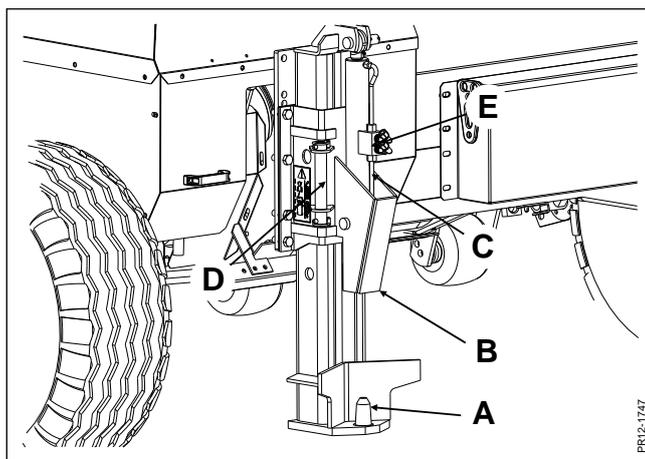

Abb. 3-3
**Abb. 3-3** Der Hydraulikanschluss **B** ist mit einem Kupplungshaken **A** ausgestattet, der hydraulisch durch einen doppelwirkenden Zylinder **C** angehoben und abgesenkt wird. Die Schläuche von Zylinder **C** sind an den Ventilkasten am Feldhäcksler angeschlossen. Der Hydraulikanschluss **B** kann jetzt mit einem der 3 Kippschalter an der Vorderseite der Steuereinheit betätigt werden.
**Abb. 3-3** Die Maschine muss rückwärts an die Zugdeichsel des Anhängers gefahren werden, um den Anhänger anzuschließen. Der Kupplungshaken **A** muss abgesenkt werden, und die Kupplungsöse des Anhängers wird vom Kupplungshaken erfasst. Den Anhänger mit dem Hydraulikzylinder **C** anheben, bis er seine untere Position erreicht hat. Durch ein Hydraulikverriegelungsventil **E**, das an Zylinder **C** angebracht ist, wird sichergestellt, dass der Kupplungshaken **A** in der angehobenen Position bleibt. Wenn der Anhänger mit Steckern für die Beleuchtung und Schläuchen zum Kippen des Anhängers sowie Bremsen ausgestattet ist, sollten diese anschließend eingebaut werden.